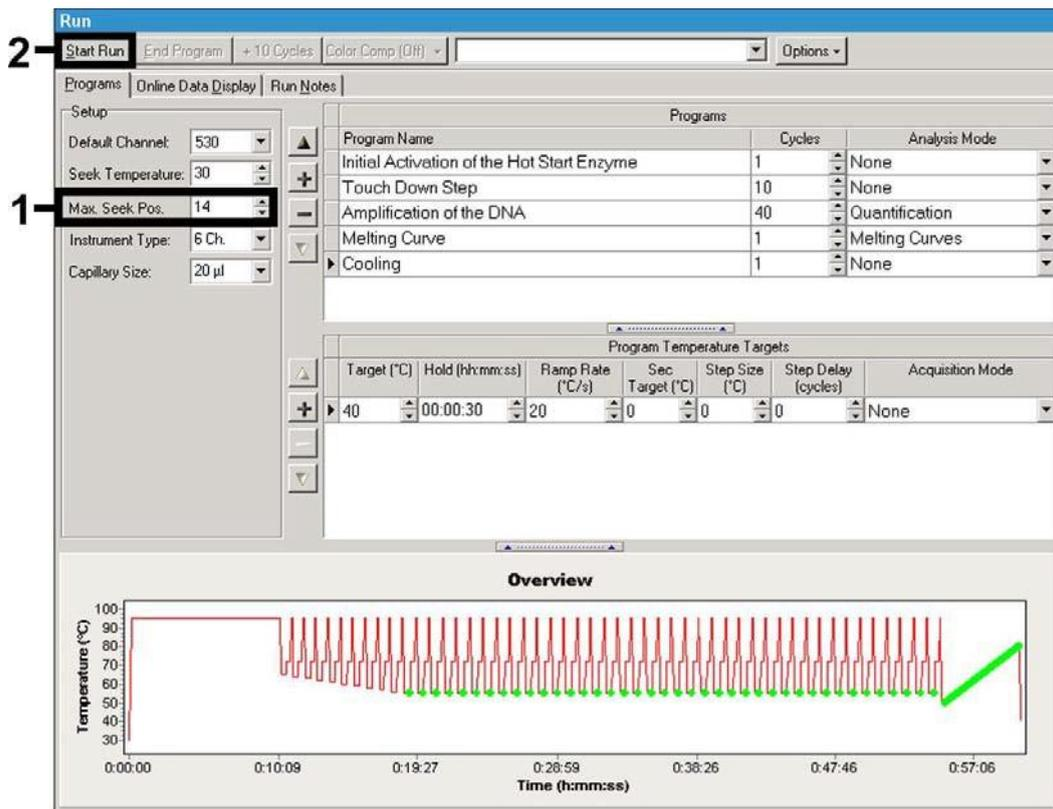

Fig. 8: Démarrage de la série de PCR.
S'assurer de saisir d'abord le nombre de capillaires préparés pour cette série de PCR (*Max. Seek Pos.*, voir Fig. 8).
- Afin de démarrer la série de PCR, passer à l'onglet *Run* et activer la fonction *Start Run* (voir Fig. 8). Le démarrage du programme PCR aura lieu suite à la saisie du répertoire où les données doivent être sauvegardées.